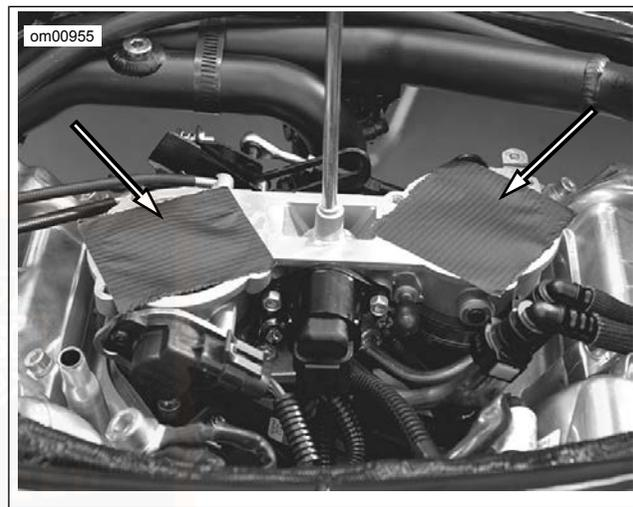

Abbildung 55. Abdecken der Einspritzdüsen-Einlassöffnungen
7. Siehe Abbildung 55. Die Einspritzdüsen-Einlassöffnungen abdecken.